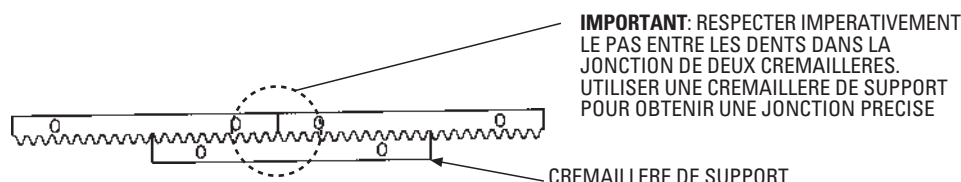

FIG. 7
- Placer la crémaille sur le portail en la fixant par des **étaux à main** et la poser sur l'**engrenage d'entraînement** (laisser les cales de 2 mm entre le motoréducteur et l'étrier de fixation). Utiliser une crémaille de support pour que le pas entre les dents de jonction des deux crémailles soit respecté. (Fig.7).